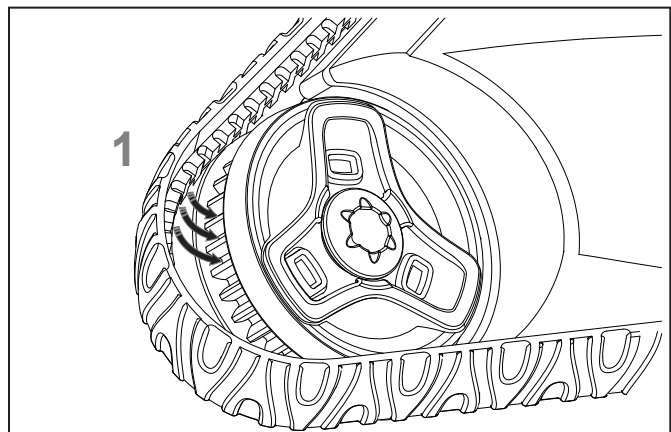

Figura 31. Coloque la pista en las ranuras de las ruedas
3. Para instalar una nueva pista, coloque el borde de la pista en la ranura en la primera rueda (vea la figura 31).